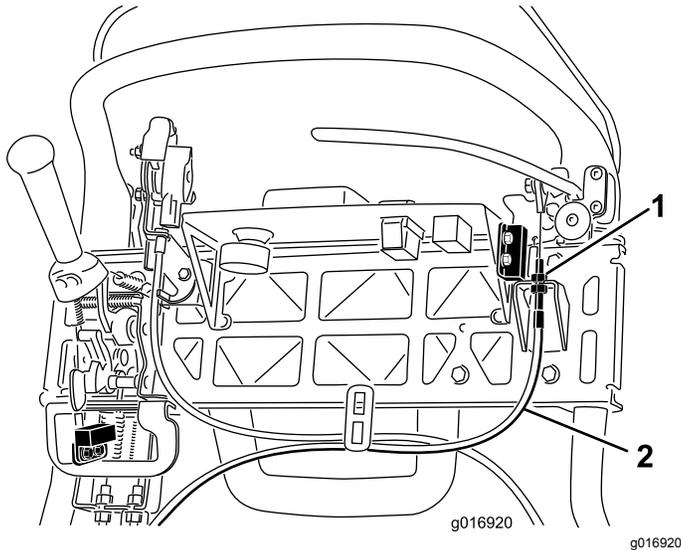

図 43
3. ケーブルの張りを強くするには、上側ケーブルのジャムナットをゆるめて、下側ケーブルのジャムナット 図 43 を締め、156N 15.8kg の力で駐車ブレーキのラッチが解除されるように調整するブレーキバンドが締まりっぱなしにならないよう注意すること。